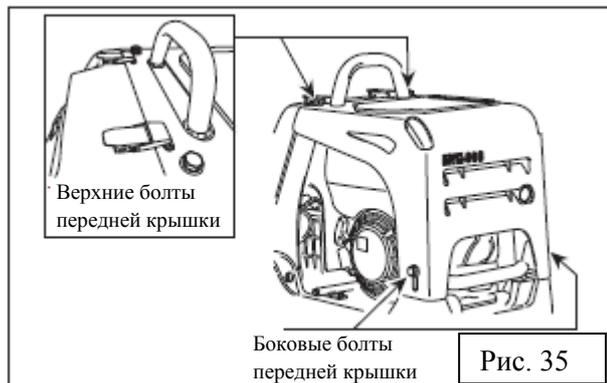

Рис. 35
1. Отверните болты (M14x45). Ослабьте затяжку болтов (M14x45) сбоку передней крышки (не снимайте болты) (рис. 35).